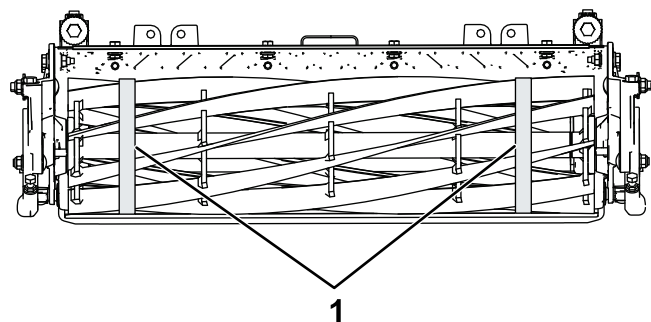

図 36
3. 直径測定テープを使って、リールの両端の外径を測定します (図 36)。両端の間の外径の差は 0.250 mm未満である必要があります。差がこれよりも大きい場合には、研磨を行って真の円筒に戻す。